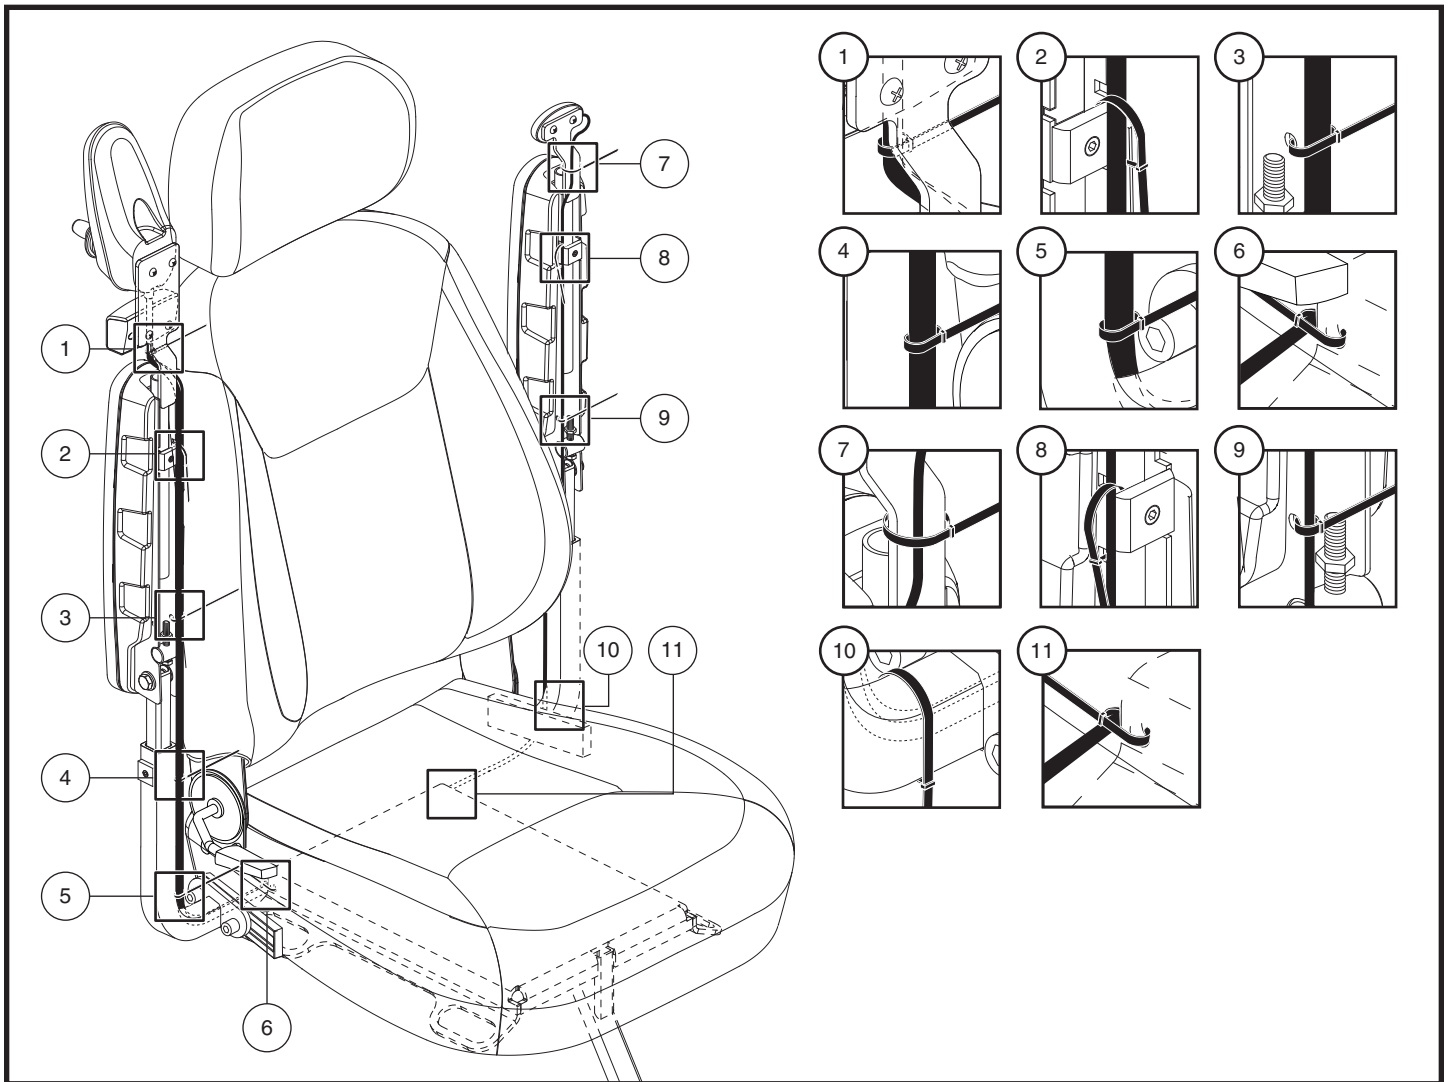

Bild 11. Führung des Steuerungskabels
17. Sichern Sie die Kabel mit Hilfe der mitgelieferten Kabelbinder an der Armlehne, wie in **Abbildung 11** gezeigt.
- Sichern Sie die Kabel mit Hilfe der mitgelieferten Kabelbinder an der Armlehnenhalterung und der Sitzplatte wie in **Abbildung 11** gezeigt.
**WARNUNG! Achten Sie darauf, alle Kabel ordnungsgemäß gemäß Abbildung 11 zu führen. Bei falscher Kabelführung können der Lichtschalter, die Steuerung oder andere elektrische Komponenten beschädigt werden.**
- Die Kabelbinder an den Position 1 bis 10 entsprechend der in **Abbildung 11** gezeigten ordnungsgemäßen Kabelführung festziehen.
9. Führen Sie das Steuerungskabel am Sitzrahmen entlang und sichern es mit Kabelbindern. **Siehe Bild 11.**